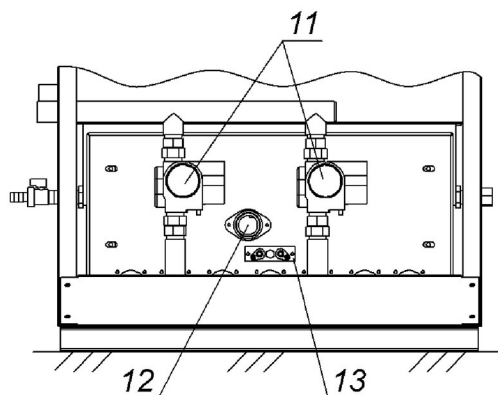

Рисунок 3. Внешний вид, двухступенчатого газогорелочного устройства котлов TITAN Z75E; Z85E; Z95E
11. Газовый клапан с автоматикой. Для котлов TITAN Z75E, Z85E, Z95E (см. рисунок 3) расположен под лицевой панелью